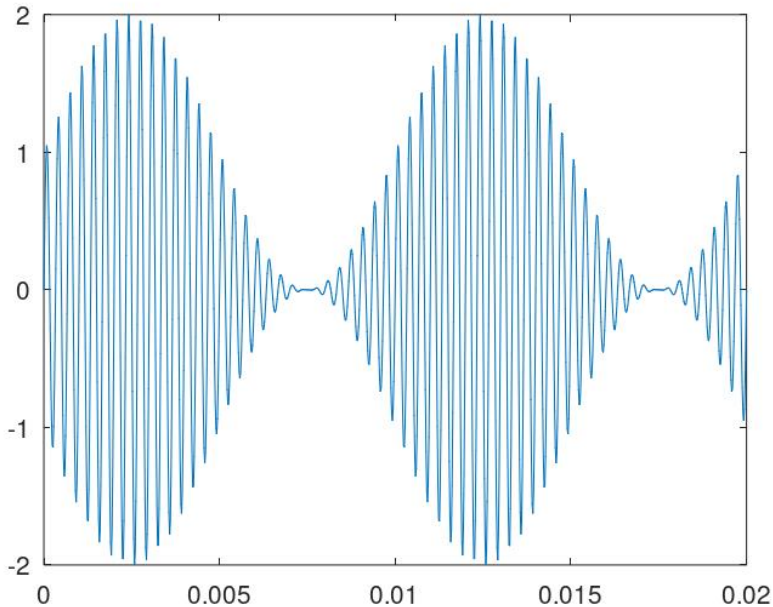

Figura 3
O gráfico da Figura 3 apresenta um sinal modulado em amplitude (AM) muito claro e sem sobremodulação.